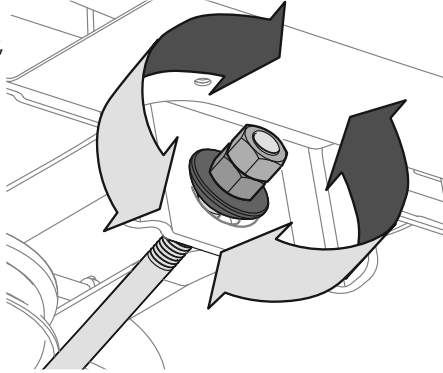

Figure 28
4. Pour *relever* l'avant du plateau de coupe, desserrez l'écrou supérieur, puis serrez l'écrou inférieur (tournez vers la droite). Voir Figure 28. Après avoir effectué le réglage approprié, serrez l'écrou à un couple de 25 à 30 pi-lb (34 à 40,7 Nm).
5. Pour *abaisser* l'avant du plateau de coupe, desserrez l'écrou supérieur, puis desserrez l'écrou inférieur (vers la gauche). Voir Figure 28. Une fois le réglage approprié effectué, serrez l'écrou supérieur.